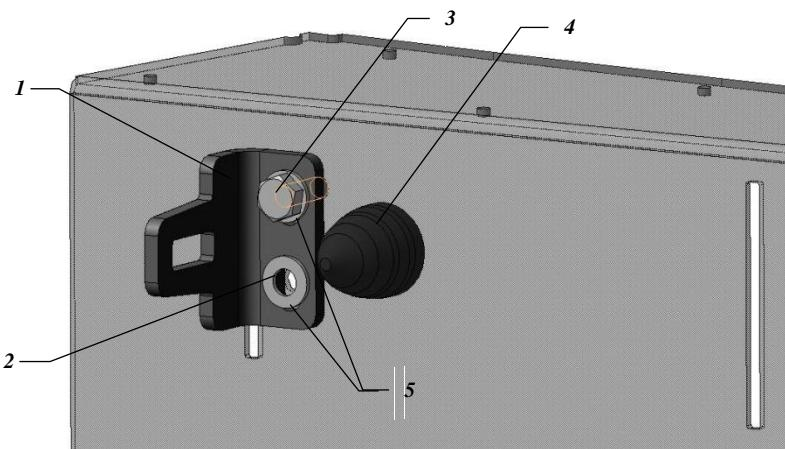

Рис. 6 Установка проушины и резинового отбойника
- а)** Установить основание запорного механизма **1** на нижнюю плоскость калитки с рядом отверстий *рис.8 б.* Спозиционировать его таким образом, что бы предварительно установленная проушины замка (*рис.6*), находилась примерно посередине проема **4** в закрытом положении калитки.